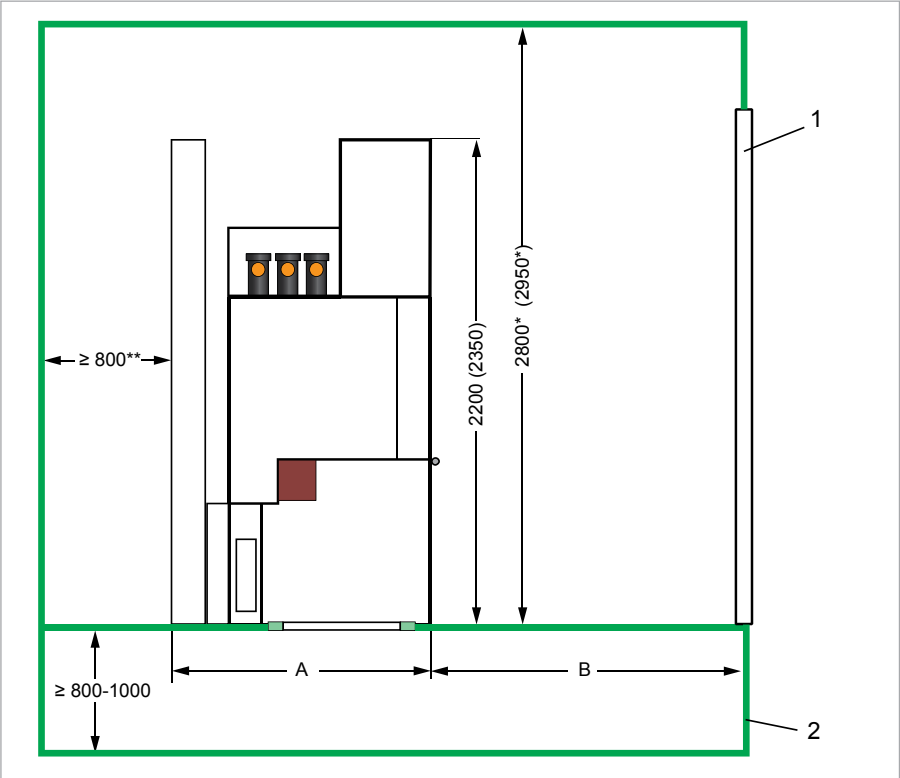

Fig. 11
- La cellule la plus basse (cote A dans le tableau ci-dessus et la Fig. 11) dans la configuration de l'appareillage détermine la profondeur totale de l'appareillage et les dimensions minimales dans le bâtiment.